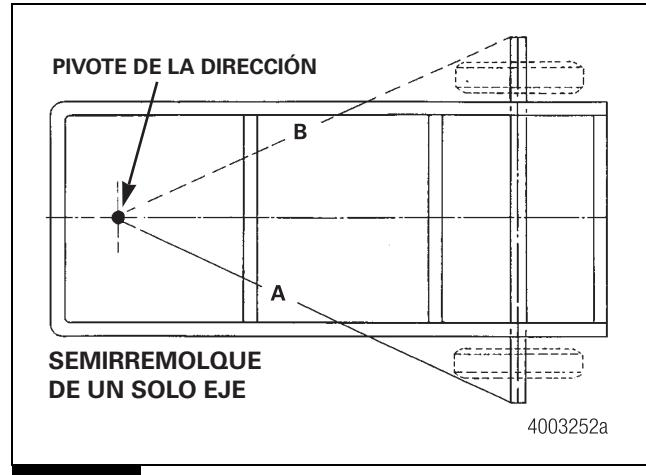

Figura 8.8
4. Ponga una cinta métrica de acero en un gancho. Coloque el gancho en el pivote de la dirección y mida la distancia "A" por el lado de la carretera y "B" por el lado de la acera del semirremolque. Figura 8.8. La diferencia entre estas dimensiones no debe ser superior a  $\pm 0.0625$  de pulgada ( $\pm 1.59$  mm). Si es necesario, ajuste el eje trasero hasta que la diferencia cumpla con las especificaciones.